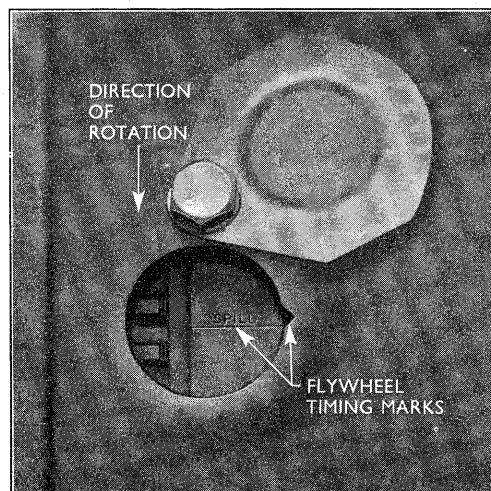

Fig. 24. Inspektionsdækslet på svinghjulshuset.
1. Aftag inspektionsdækslet på svinghjuls- husets venstre side (fig. 24) og drej krumtapakslen indtil mærket SPILL på svinghjulet står udfor kærven i sving- hjulshuset, med stemplet i cylinder nr. 1 umiddelbart før top i kompres- sionsslaget.